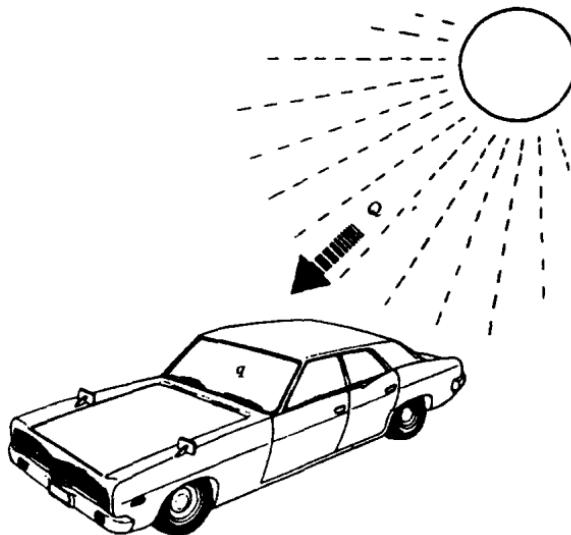

图 1-5 制冷负荷示意
(1) 制冷能力。制冷机就是把热量不断地从低温物体转移给高温物体的装置。制冷能力的大小是以单位时间内所能转移的热量来表示的，单位为 J/h。
(2) 制冷负荷。为了把车室的温度和湿度保持在一定的范围内，必须将来自车外太阳的辐射热(用 Q 表示)和车室内人体发出的热量(用 q 表示)排除到大气中去。这两种热量的总和就叫做制冷负荷。制冷负荷示意如图 1-5。